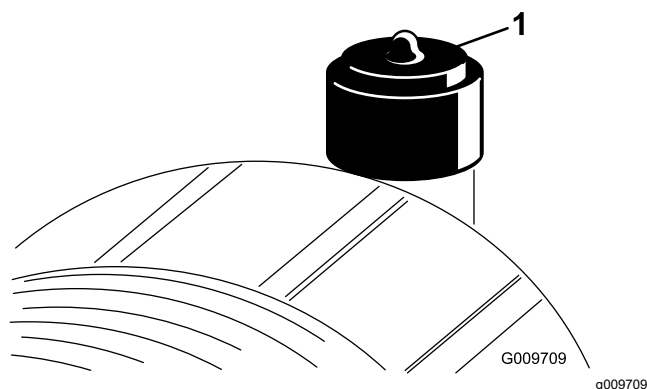

Figure 52
N'effectuez l'entretien de l'élément filtrant du filtre à air que lorsque l'indicateur de colmatage (Figure 52) indique que cela est nécessaire. Ne remplacez pas l'élément filtrant plus fréquemment que nécessaire ; cela ne fait qu'accroître le risque de contamination du moteur par des impuretés quand l'élément est déposé.
2. Réarmez l'indicateur de colmatage (Figure 52) s'il est rouge.